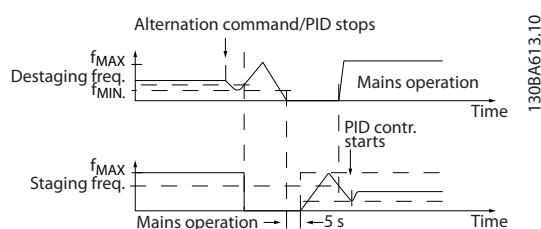

Рисунок 3.81 Конфигурация с медленным режимом
0.5 s* [пар. 25-58 - 5 s]	Этот параметр активен только в том случае, если значение параметр 25-50 Чередование ведущего насоса отлично от [0] Выкл. Этот параметр задает промежуток времени между остановкой предыдущего насоса с регулируемой скоростью и пуском этого насоса в качестве насоса с фиксированной скоростью. Описание процесса включения и чередование см. в Рисунок 3.81 .